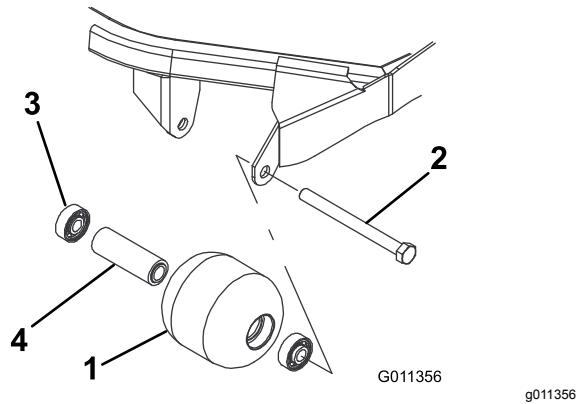

図 63
1. ローラ取り付けボルトを外す図 63。
4. ローラハウジング、ベアリング、ベアリングスペーサに破損がないか点検する図 63。破損している部品を交換し、組み立てを行う。
1. 第一のベアリングをローラハウジングに押し込む図 63。アウターレースのみを押すか、インナーレースとアウターレースを均等に押すかする。
2. スペーサを入れる図 63。
3. 第二のベアリングをローラハウジングに押し込む図 63。インナーレースがスペーサに接触するまで、インナーレースとアウターレースを均等に押す。